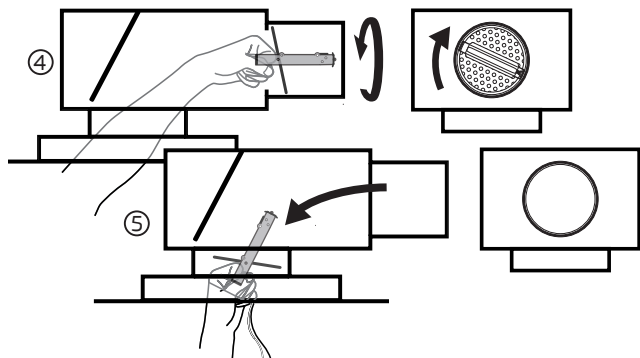

Bild 3. Spjällinsatsen vrids moturs för att lossas från lådan.
- Ta tag i handtaget och vrid spjällinsatsen moturs så att den lossnar och dra ut spjällinsatsen ur lådan, se bild 3.